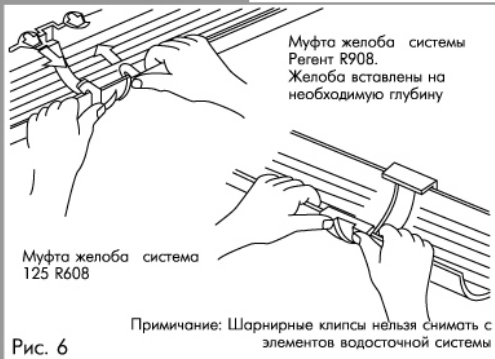

Рис. 6
4. Надавите на желоб вниз, одновременно нажимая большими пальцами на поворотную защелку, пока желоб не встанет на место со щелчком (рис. 6).